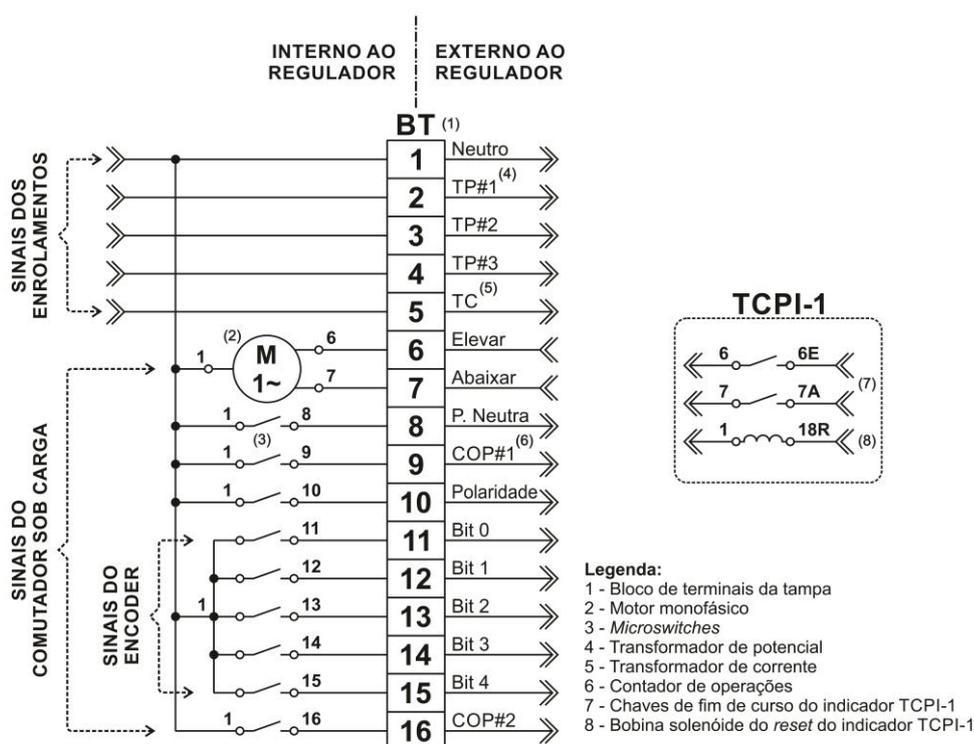

Figura 23: Diagrama da fiação interna padronizada.
Conforme exibido pelo item 4 da Tabela 9, por padrão, todos os reguladores de tensão RAV-2 possuem em sua tampa um bloco de terminais de passagem para os sinais do sistema de controle. Este bloco possui corpo fabricado em material isolante, resistente à pressão e a temperatura de trabalho, os terminais de passagem são fabricados em latão. Os detalhes padronizados de sua conexão à fiação interna, são exibidos em acordo com a Figura 23.